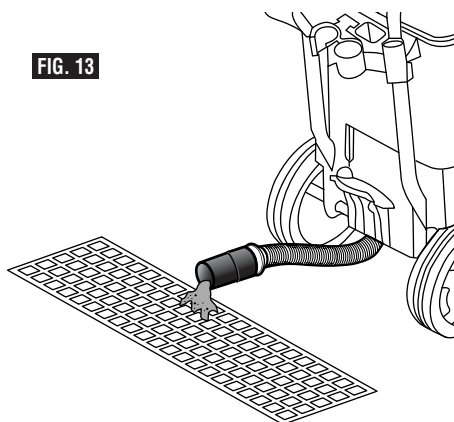

FIG. 13
4. Desacople la manguera de drenaje de la posición de almacenamiento en la aspiradora y ponga dicha manguera en el piso (Fig. 13).